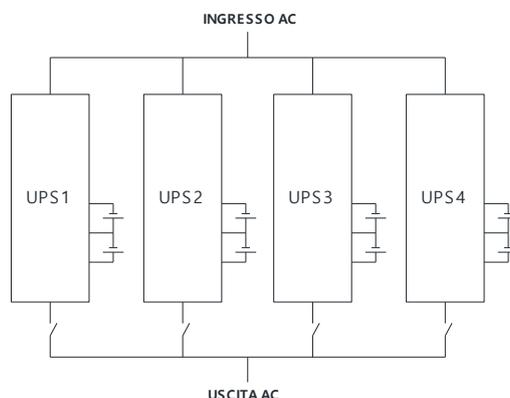

Abb. 4 USV-Anschluss parallel
- 6) Nachdem Sie jede einzelne USV konfiguriert haben, starten Sie sie alle nacheinander, die Last wird über den Ausgang der USV parallel gespeist (Abb. 4). Es ist möglich, die parallele USV mit einem PC über RS232 wie folgt zu konfigurieren.